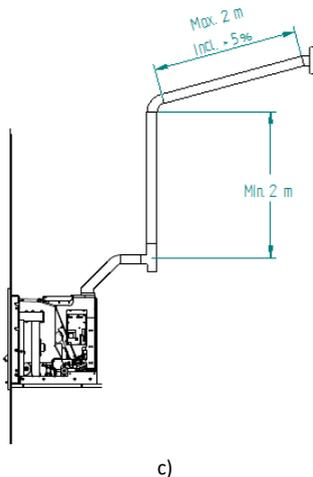

Figure 2 – Quelques exemples d'installations-type.
- Sur la figure 2 sont représentées les caractéristiques à respecter.